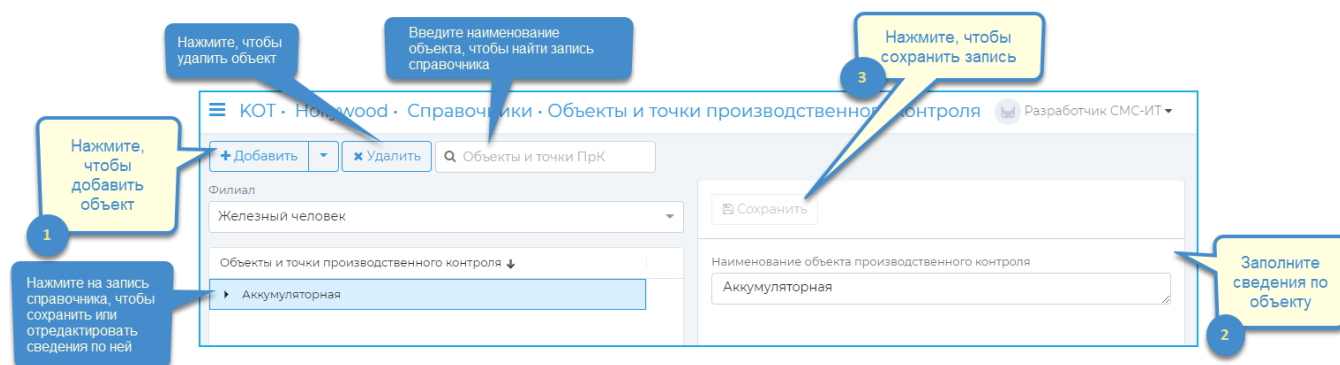

Рисунок 217 – Справочник «Объекты и точки производственного контроля» в режиме «Объекты»
- **«Объекты».** В этом режиме можно просмотреть, а также добавить, редактировать или удалить какой-либо из объектов производственного контроля, прикрепленный к определенному филиалу (Рисунок 217).